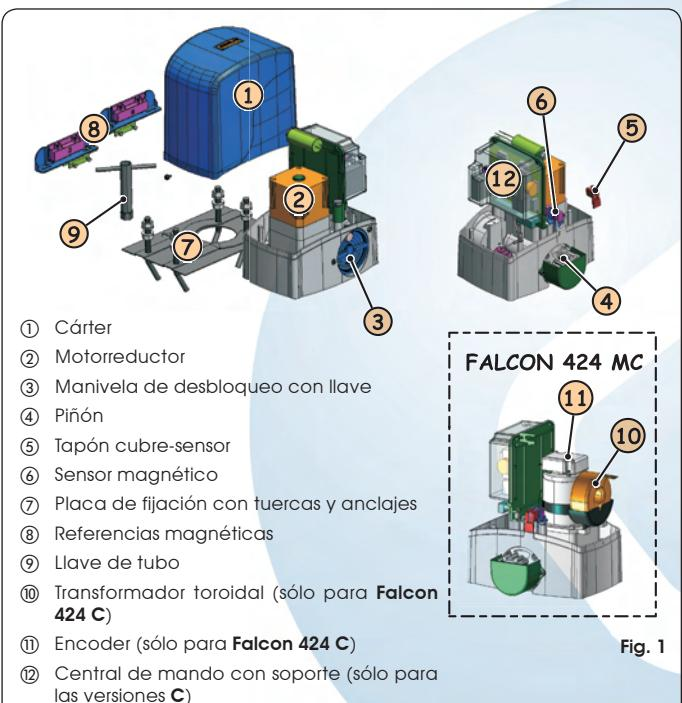

Fig. 1
1. Steek de speciale bijgeleverde sleutel in het slot Fig. 1 Ref. ①, en draai hem met de wijzers van de klok mee zoals aangeduid in Fig. 1 Ref. ②.
2. Draai het ontgrendelingsmechanisme ongeveer 180° met de wijzers van de klok mee, zoals aangegeven in Fig. 1 Ref. ③.